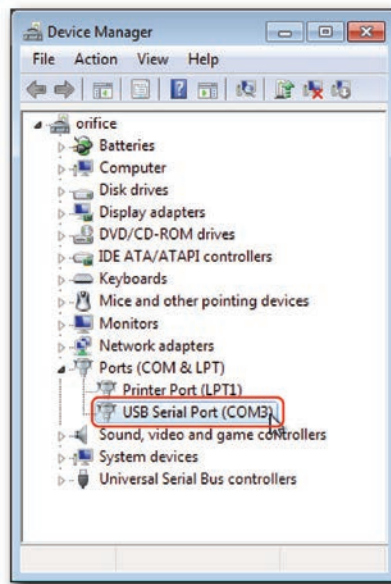

Fig. 3 : n° de port COM
3. Lire le numéro de port COM dans les paramètres de l'ordinateur (sous le Gestionnaire d'appareils), fig. 3.